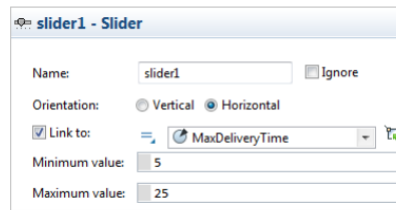

Рисунок 8.13 – Форма тексту
14. Додайте ще один повзунок нижче та налаштуйте його так (рис. 8.13).